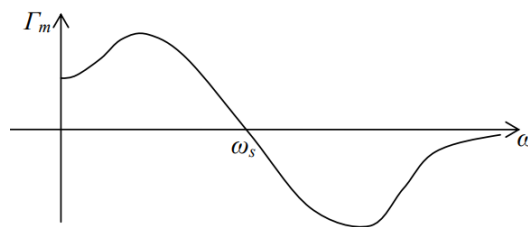

FIGURE 9 – Variations de Γ_m avec ω
11. On peut tracer l'allure de Γ_m en fonction de ω (figure 9) :